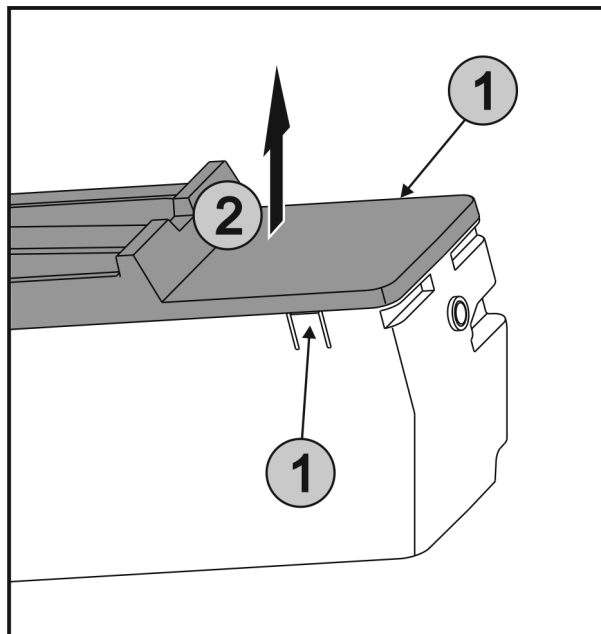

Fig. 57
- ▶ Stlačte západky Fig. 57 (1) na obou stranách EasyTwist-Ice současně a sejměte kryt Fig. 57 (2) směrem nahoru.